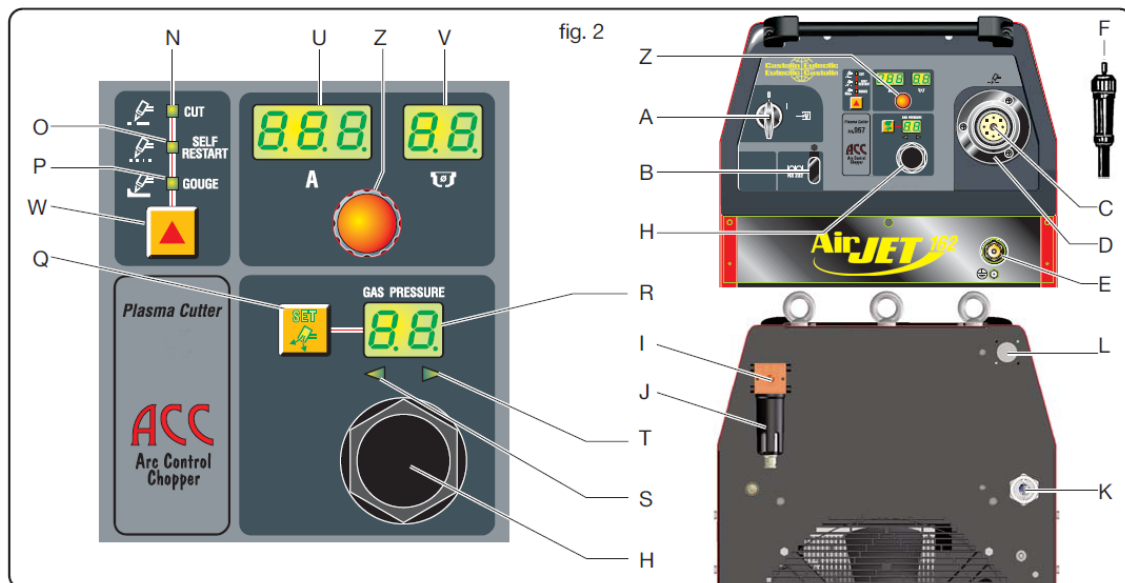

fig. 2
b) No caso de uma instalação com plugue, use um que tenha a mesma capacidade indicada nos dados da placa. Neste caso, o plugue deve ser usada para desconectar a máquina completamente da rede, após ter posicionado o interruptor A na posição "O" (fig. 2).